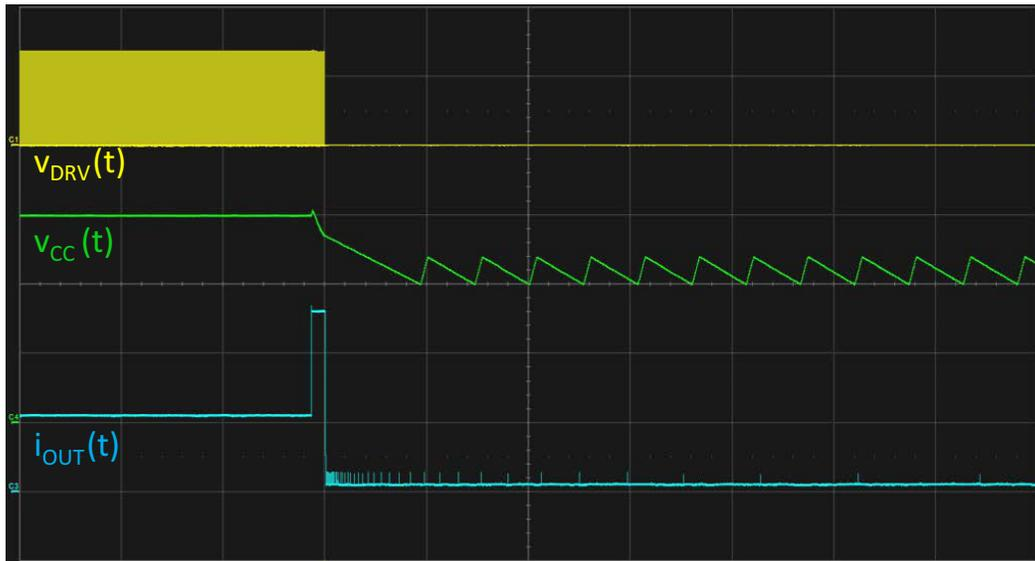

Figure 8. Latching Mode
- **ラッチオフ**：64 msタイマが経過すると、コントローラはエンドレスhiccupモードに入ります。すなわち、HV電流源のおかげで、 $V_{CC}$ が $V_{CC(on)}$ と $V_{CC(min)}$ の間で充・放電されます(Figure 8)。コントローラをリセットして、新規起動シーケンスにする唯一の方法は、PSUの接続を外すことです( $V_{CC(reset)}$ またはBOイベントの検出)。